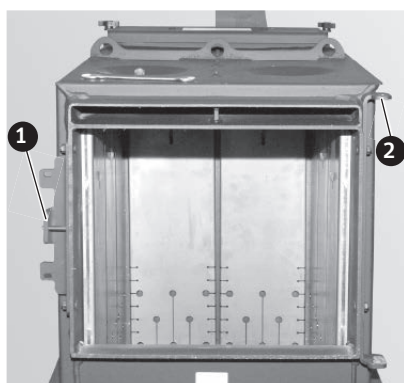

Fig. 14 Intervertir le support de porte et le palier de fermeture
- ▶ Dévisser le support de porte et le palier de fermeture du corps de la chaudière et les revisser et les intervertissant – Fig. 14.